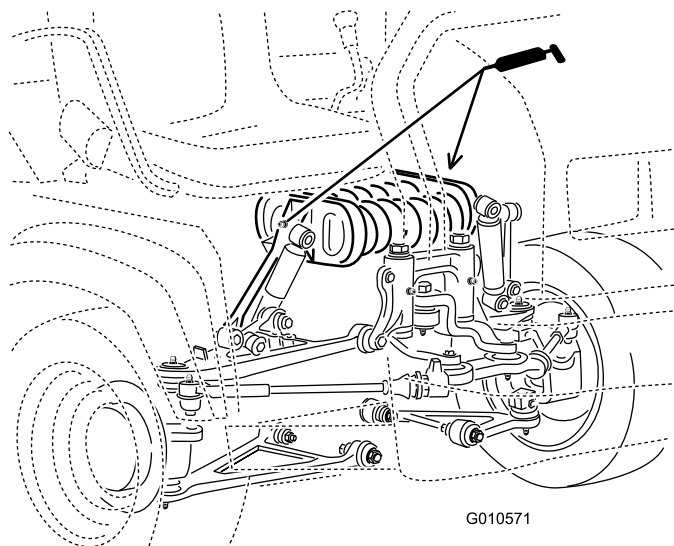

Figura 47
Braccio di spinta (2); fate riferimento alla Figura 47